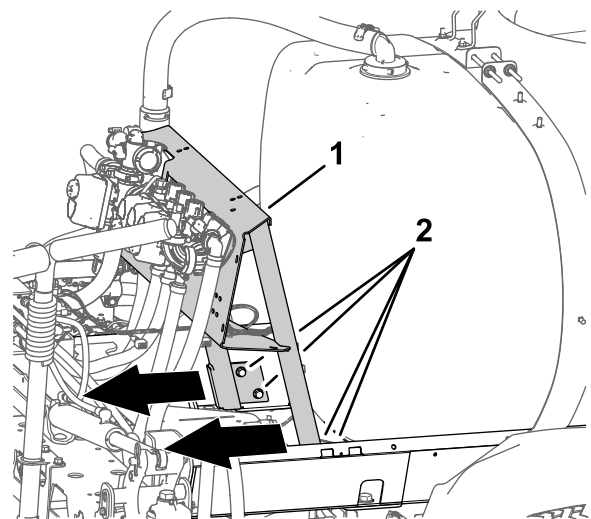

Bild 11
1. Lösen Sie die vier Bundkopfschrauben ($\frac{3}{8}$ " x 1") und die vier Sicherungsbundmutter ($\frac{3}{8}$ ""), mit denen die Ventilbefestigung am Behälterrahmen befestigt ist (**Bild 11**).
2. Schieben Sie die Ventilbefestigung nach hinten (**Bild 11**).